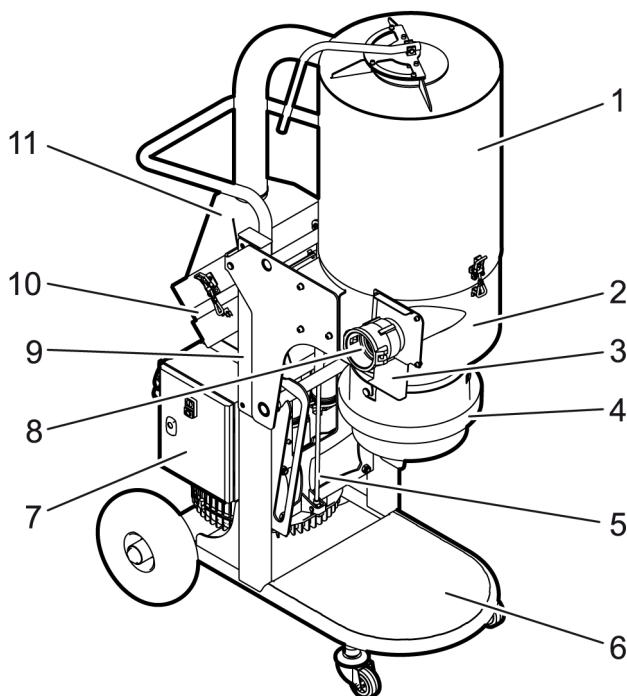
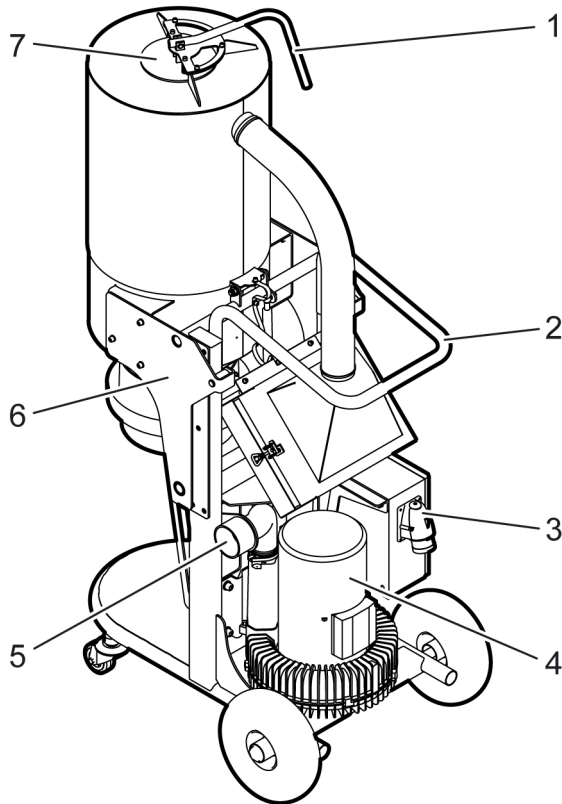

Figura 3-1. Parte delantera del separador de polvo
Figura 3-2. Parte trasera del separador de polvo
VCE4000P está formado por varios componentes principales; como chasis, armario eléctrico, etc.; ver *Figura 3-1, página 8* y *Figura 3-2, página 9*. Hay varias versiones distintas, adaptadas para diferentes mercados. Para variantes de modelos, ver la tabla en *Datos técnicos, página 32*. El polvo aspirado se acumula en una bolsa Longpac que se puede cerrar cuando tiene la cantidad de polvo prevista.
1. Fijar la manguera de ventilación con el acoplamiento Camlock pertinente en la toma de conexión de manguera de ventilación; ver Figura 3-2, página 9. Ponerse en contacto con TYROLIT Hydrostress® para recomendaciones de acoplamiento, o ver el catálogo de productos.